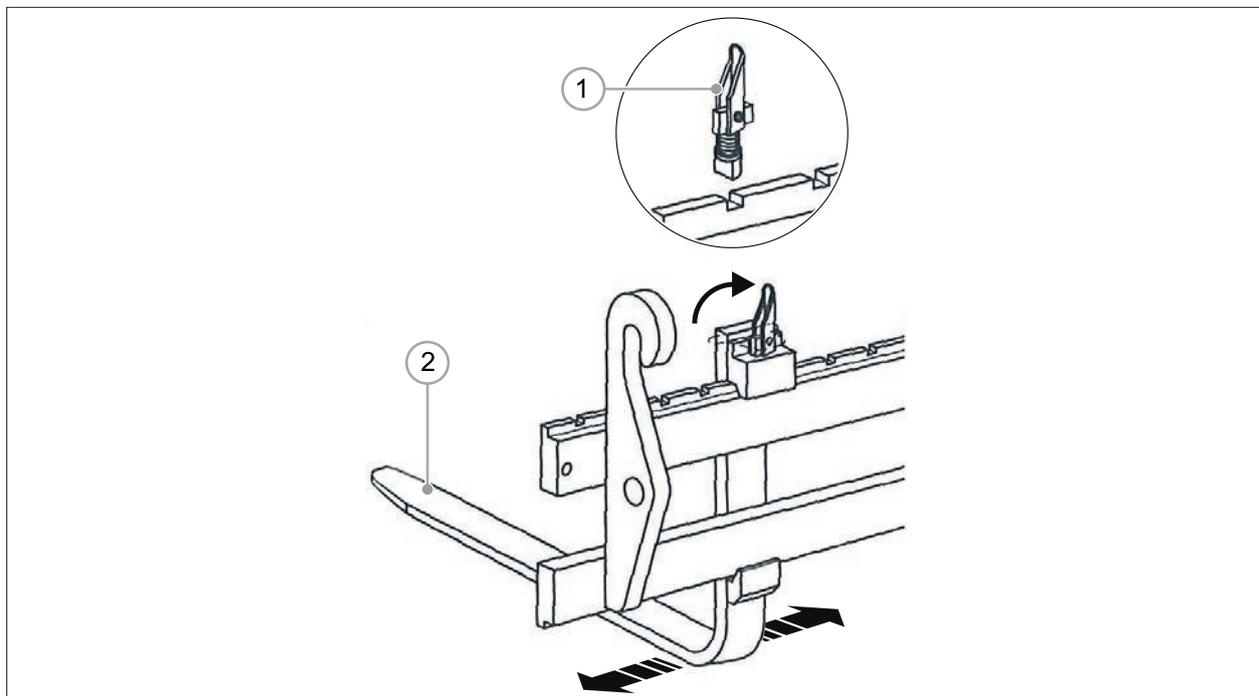

РИС. 40
- 5) Вручную поднимите фиксирующий рычаг каретки (РИС. 40 - Сс. 1).
- 6) Переместите клыки вправо или влево (РИС. 40 - Сс. 2), чтобы отрегулировать ширину.
- 7) Вручную опустите рычаг блокировки каретки (РИС. 40 - Сс. 1).